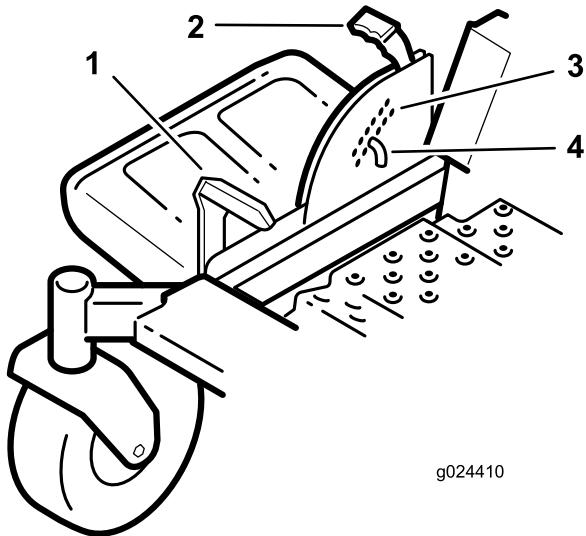

Bild 24
- Treten Sie auf das Mähwerkhubpedal und heben Sie das Mähwerk in die arretierte Transportstellung an (auch die Schnitthöhe von 114 mm) (Bild 24).
- Entfernen Sie den Splint zum Einstellen der Schnitthöhe aus der Schnitthöhenhalterung (Bild 24).
- Wählen Sie ein Loch in der Schnitthöhenhalterung, das der gewünschten Schnitthöhe entspricht, und stecken Sie den Splint wieder ein (Bild 24).